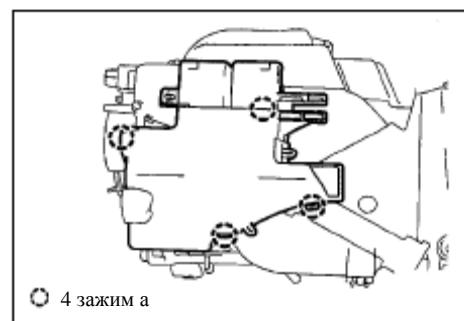

Рис. 451
**13. Снимите зажим и демонтируйте корпус заднего выходного отверстия для воздуха (рис. 451)**